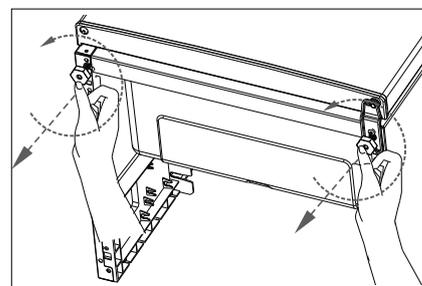

Fig. 1
- ▶ Drej temperaturregulatoren (1) ud over position 1 kortvarigt til position ●. Der høres et klik. Apparatet frakobler. Der høres et klik. Apparatet frakobler. . Træk derefter netstikket (8) ud af stikkontakten.
- ▶ Fjern fryseskufferne (9) og glashylderne (2/3) som beskrevet i følgende kapitel.
- ▶ Drej begge apparatfødder (7) ud mod uret (fig. 1).
- ▶ Hold fryseskabsdøren (4) lukket.